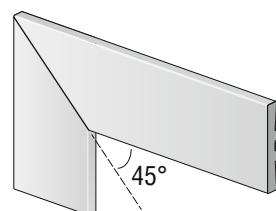

рис. 3
- На монтажный профиль ВС-52 устанавливаются профили ВС-50 или ВС-100. Там, где необходимо, они подрезаются, помечаются, чтобы потом не перепутать при окончательной установке. При стыковке на углах профили нужно подрезать под углом 45 градусов (рис.3).